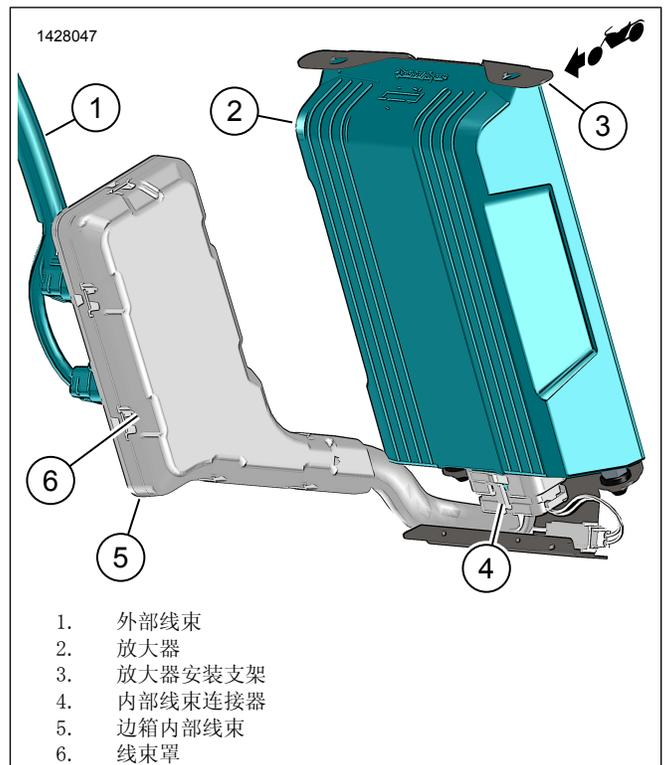
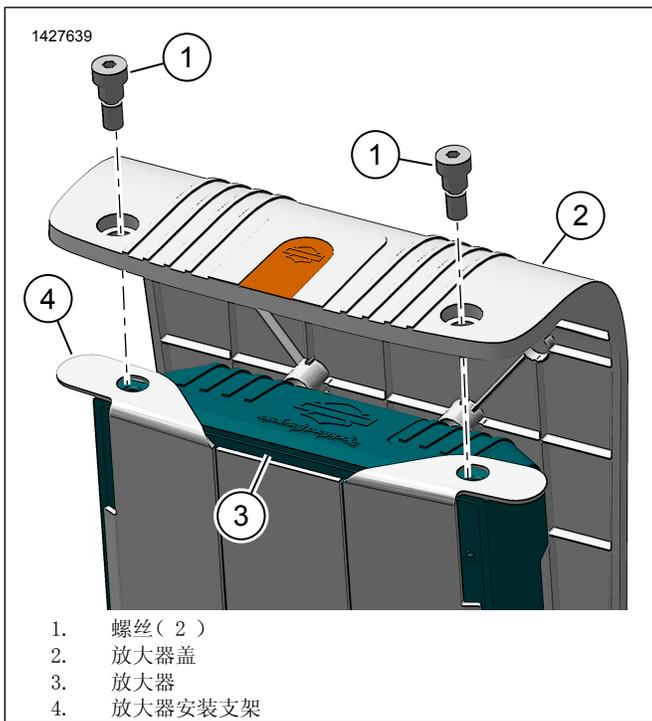

图7。左侧边箱放大器组件
图9。放大器盖
6. 参见图7。将内部线束连接器 (4) 连接到放大器 (2)。
7. 将放大器 (2) 安装到放大器安装架 (3) 上。
8. 参见图9。安装放大器盖 (2)。
9. 安装螺丝 (1)。拧紧。
10. 参见图7。安装线束盖 (6)。
参见图7。确保将线束扎布设到放大器下方区域，且没有绑扎或扭结。线束扎不应将线束盖(6)从内部线束(5)中拉出。